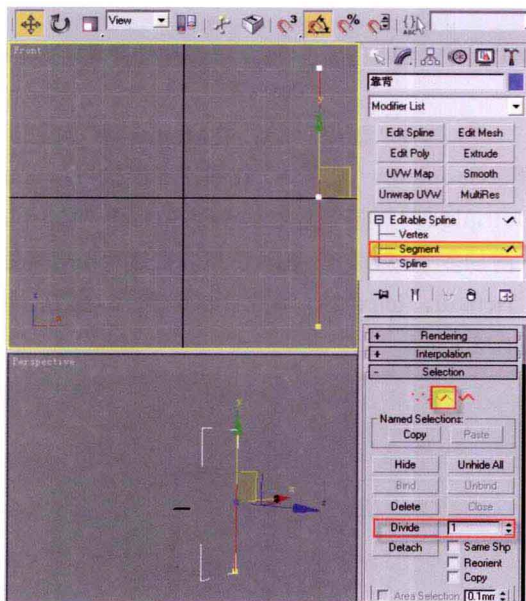

图1-6
⑥ 激活“靠背”模型的Segment (线段) 层级, 在Geometry (几何体) 卷展栏下面执行Divide (拆分) 命令, Divide (拆分) 参数值为1, 为靠背线中间位置添加一个新的顶点, 如图1-6所示。